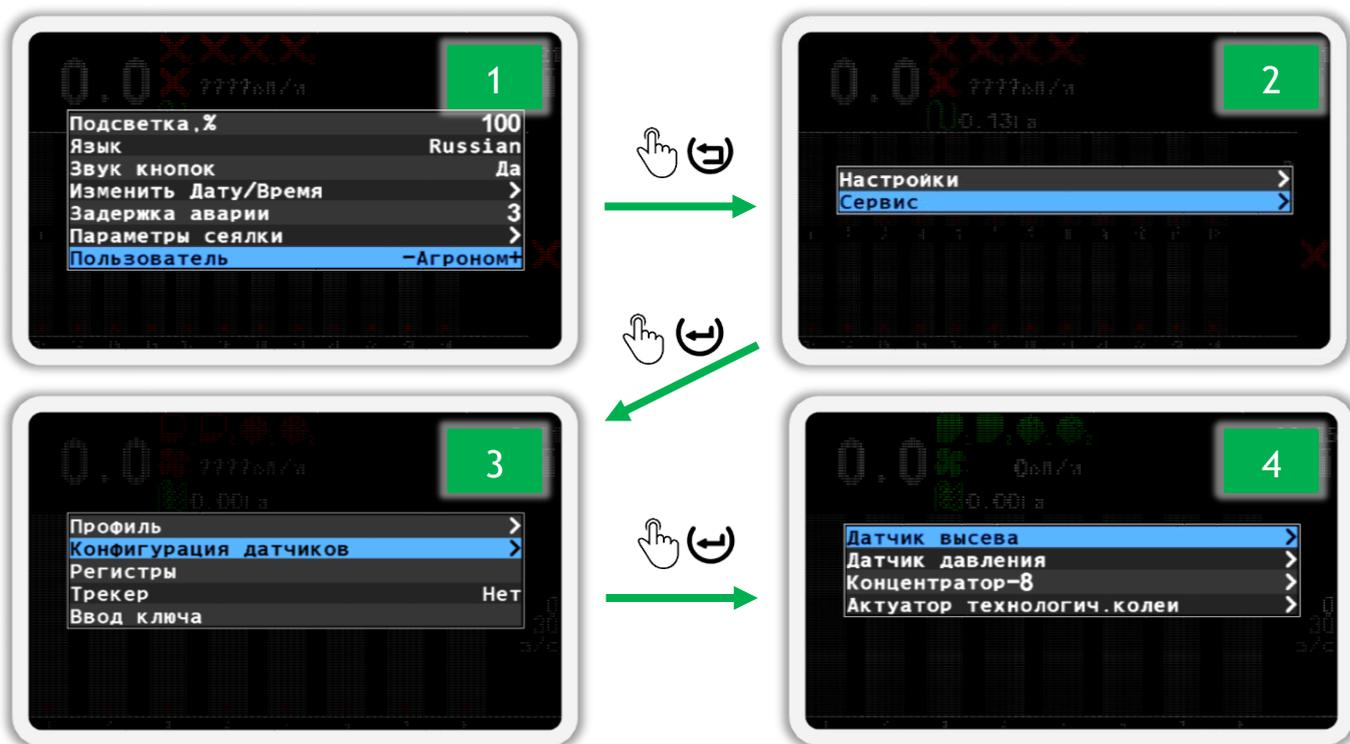
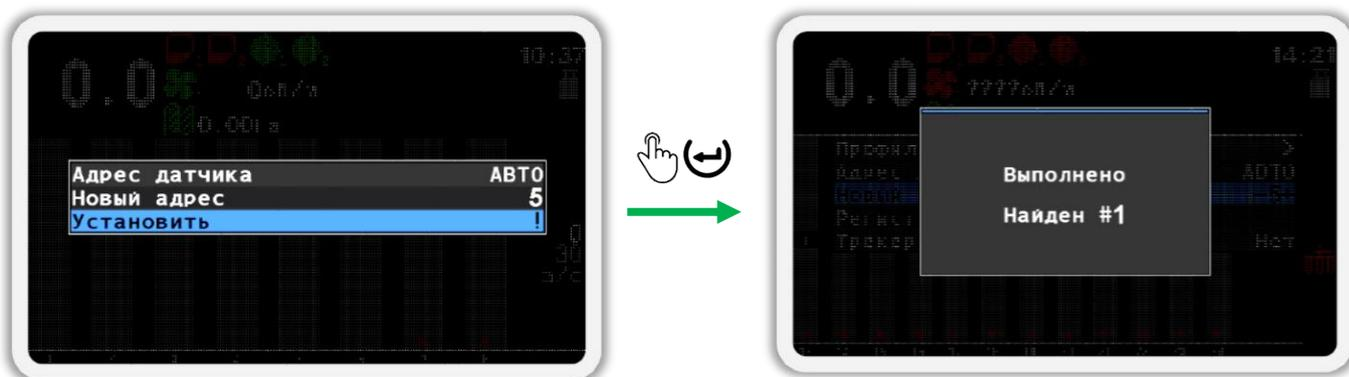
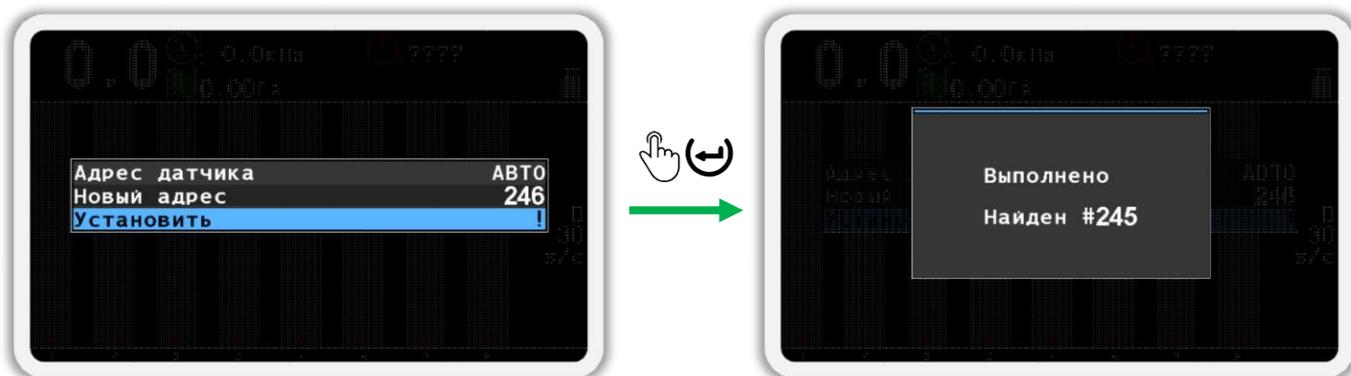
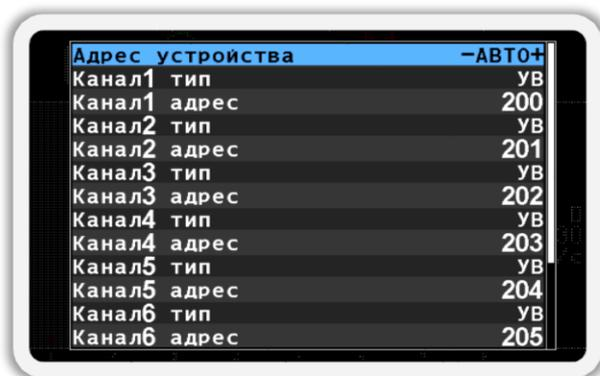

Рисунок 55
Рисунок 57
Рисунок 59
Рисунок 61
10. Выйдите из меню «Настройки» (см. Рисунок 55 п.1) и вернитесь в меню главного экрана. Для этого нажмите кнопку  «Назад».
11. Выберите пункт меню  «Сервис» (см. Рисунок 55 п.2) и нажмите кнопку  «Меню». В результате на экране будет показано меню «Сервис» (см. Рисунок 55 п.3).
12. Выберите пункт меню  «Конфигурация датчиков» и нажмите кнопку  «Меню». В результате будет показано меню «Конфигурация датчиков» (см. Рисунок 55 п.4).
2. В экране меню «Конфигурация датчиков» (см. Рисунок 55 п.4), кнопками  «Вверх» и  «Вниз» выберите пункт  «Датчик высева» и нажмите кнопку  «Меню». В результате откроется меню «Датчик высева». (см. Рисунок 57 слева).
3. Кнопками  «Вверх» и  «Вниз» выберите пункт  «Адрес датчика» и убедитесь, что выбрано значение «АВТО» (см. Рисунок 57 слева). Для изменения этого параметра используются кнопки  «Плюс» и  «Минус».
4. Кнопками  «Вверх» и  «Вниз» выберите пункт  «Новый адрес» и кнопками  «Плюс» и  «Минус» задайте новый программный адрес (см. Рисунок 57 слева).
5. Кнопками  «Вверх» и  «Вниз» выберите пункт  «Установить» и нажмите кнопку  «Меню». В результате удачного переименования на экран будет выведено сообщение - «Выполнено» (см. Рисунок 57 справа).
1. В экране меню «Конфигурация датчиков» (см. Рисунок 55 п.4), кнопками  «Вверх» и  «Вниз» выберите пункт  «Датчик давления» и нажмите кнопку  «Меню». В результате откроется меню «Датчик давления» (см. Рисунок 59 слева).
2. Кнопками  «Вверх» и  «Вниз» выберите пункт  «Адрес датчика» и убедитесь, что выбрано значение «АВТО» (см. Рисунок 59 слева). Для изменения этого параметра используются кнопки  «Плюс» и  «Минус».
3. Кнопками  «Вверх» и  «Вниз» выберите пункт  «Новый адрес» и кнопками  «Плюс» и  «Минус» задайте новый программный адрес (см. Рисунок 59 слева).
4. Кнопками  «Вверх» и  «Вниз» выберите пункт  «Установить» и нажмите кнопку  «Меню». В результате удачного переименования на экран будет выведено сообщение - «Выполнено» (см. Рисунок 59 справа).
- В экране меню «Конфигурация датчиков» (см. Рисунок 55 п.4), кнопками  «Вверх» и  «Вниз» выберите пункт  «Концентратор-8» и нажмите кнопку  «Меню». В результате откроется меню «Концентратор-8» (см. Рисунок 61).
2. Кнопками  «Вверх» и  «Вниз» выберите пункт  «Адрес устройства» и убедитесь, что выбрано значение «АВТО» (см. Рисунок 61). Для изменения этого параметра используются кнопки  «Плюс» и  «Минус».